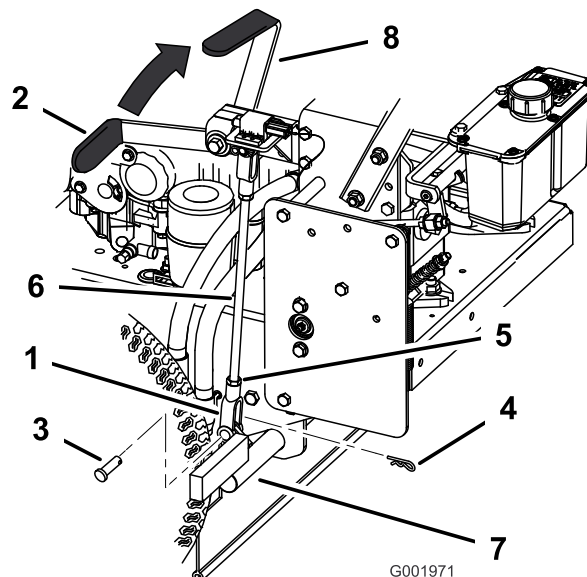

Figure 61
5. Desserrez les écrous de blocage supérieur et inférieur (Figure 61).
6. Pour régler le frein, retirez la goupille fendue et l'axe de chape du levier de frein inférieur (Figure 61).
7. Tournez la tige de frein dans les chapes. Pour serrez le frein, allongez la tige entre les chapes. Pour desserrer le frein, raccourcissez la tige entre les chapes (Figure 61).
8. Fixez la chape au levier de frein inférieur avec la goupille fendue et l'axe de chape (Figure 61).
9. Serrez les écrous de blocage supérieur et inférieur (Figure 61).